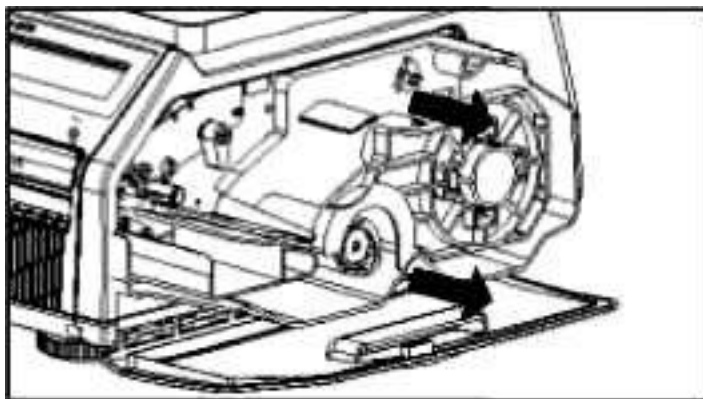

Рис.5.5 - Зняття картриджу
3. Вийміть картридж (див.рис.5.5).